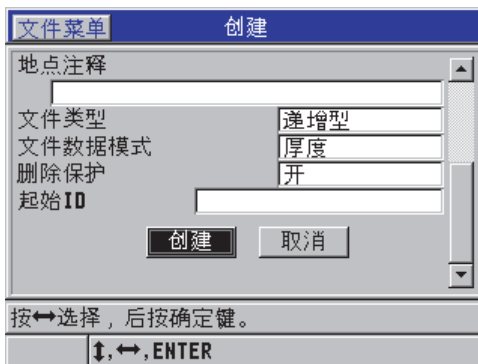

图 6-18 递增型数据文件类型的创建屏幕
2. 在**创建**屏幕中 (参见第 99 页的图 6-18):